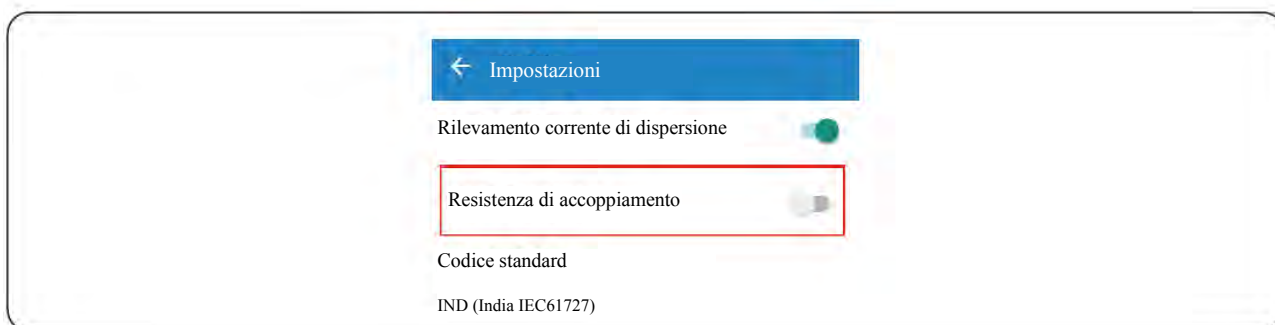

Figura 5.23 Impostazione resistenze Mach
**Fase 4** È possibile impostare la resistenza Mach dell'estremità della catena di collegamento multi-RS485, come mostrato nella Figura 5.23.